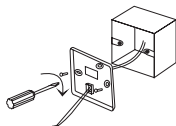

Рис. 2
4. Как показано на рис.2, закрепите заднюю крышку пульта на стене или распаечной коробке с помощью комплектных саморезов M4x20.